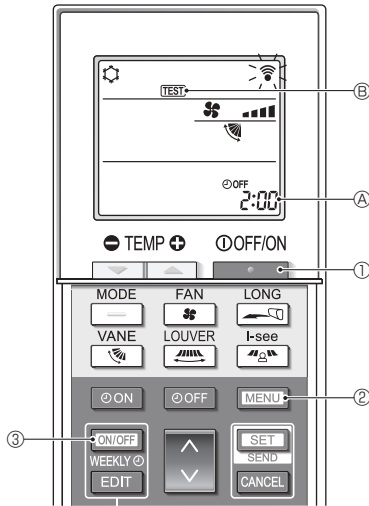

Fig. 7-5
■ Çalışma testi (Fig. 7-5)
- Klimayı durdurmak için [ON/OFF] düğmesine ① basın.
- Haftalık zamanlayıcı etkinleştirilmişse ([WEEKLY] açık), devre dışı bırakmak ([WEEKLY] kapalı) için [ON/OFF WEEKLY] düğmesine ③ basın.
- 5 saniye boyunca [MENU] düğmesine ② basın.
- [MENU] düğmesine ② basın.